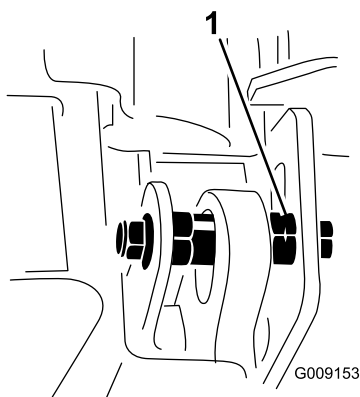

Рисунок 8
**Примечание:** На шестиграннике эксцентрика имеется прорезь, расположенная под 180° от выступа кулачка эксцентрика (Рисунок 8). Используйте эти прорези как базы для определения положения выступов при регулировке эксцентриков.